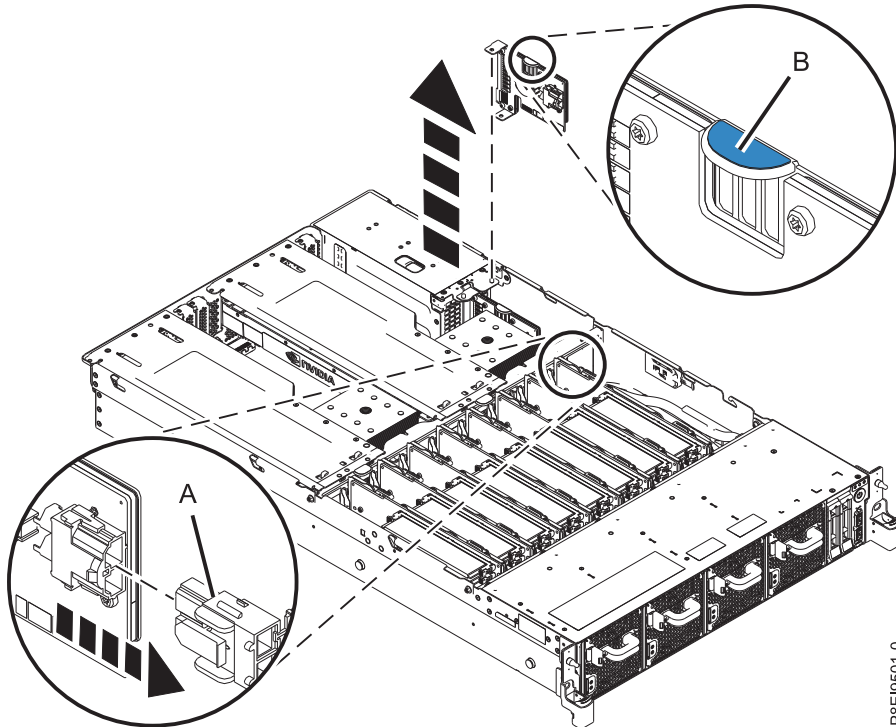

Figure 47. Retrait d'un connecteur de bus d'alimentation du système
- a. Le cas échéant, débranchez le cordon d'alimentation de ventilateur du connecteur de bus d'alimentation **(A)** (voir la figure 47, à la page 50) en appuyant sur le levier de dégagement du loquet à l'aide de votre pouce.
- b. Retirez le connecteur de bus d'alimentation de l'emplacement en maintenant la languette bleue. Voir **(B)** dans la figure 47, à la page 50.